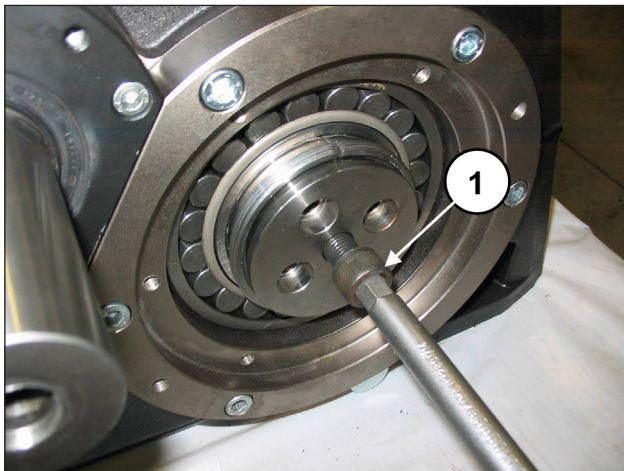

Fig. 79
Aplique um parafuso M16 de comprimento adequado (35-40 mm) no furo M16 do eixo de manivela e aperte até apoiar a flange contra a bússola (pos. ①, Fig. 79). Não aperte os parafusos.